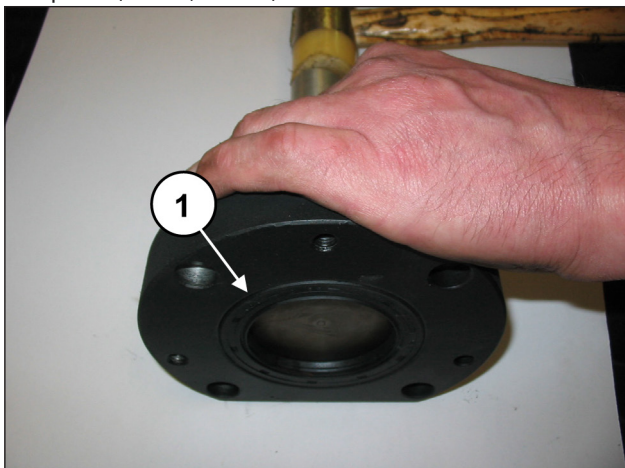
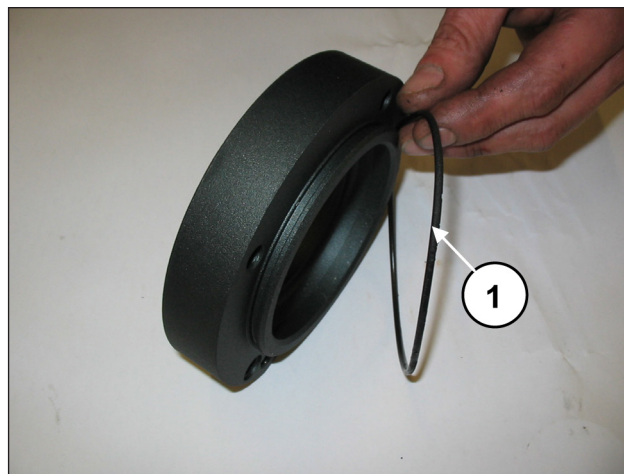
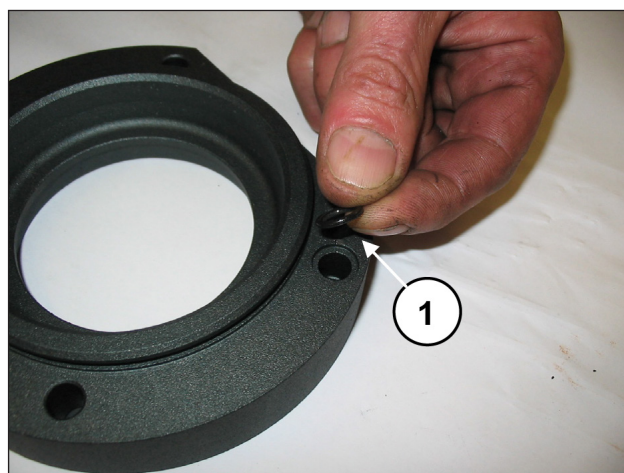

Рис. 29
Рис. 30
Рис. 31
Извлеките радиальное уплотнительное кольцо (поз. ①, Рис. 29), внешнее уплотнительное кольцо O-ring (поз. ①, Рис. 30) и уплотнительное кольцо O-ring смазочного отверстия (поз. ①, Рис. 31).